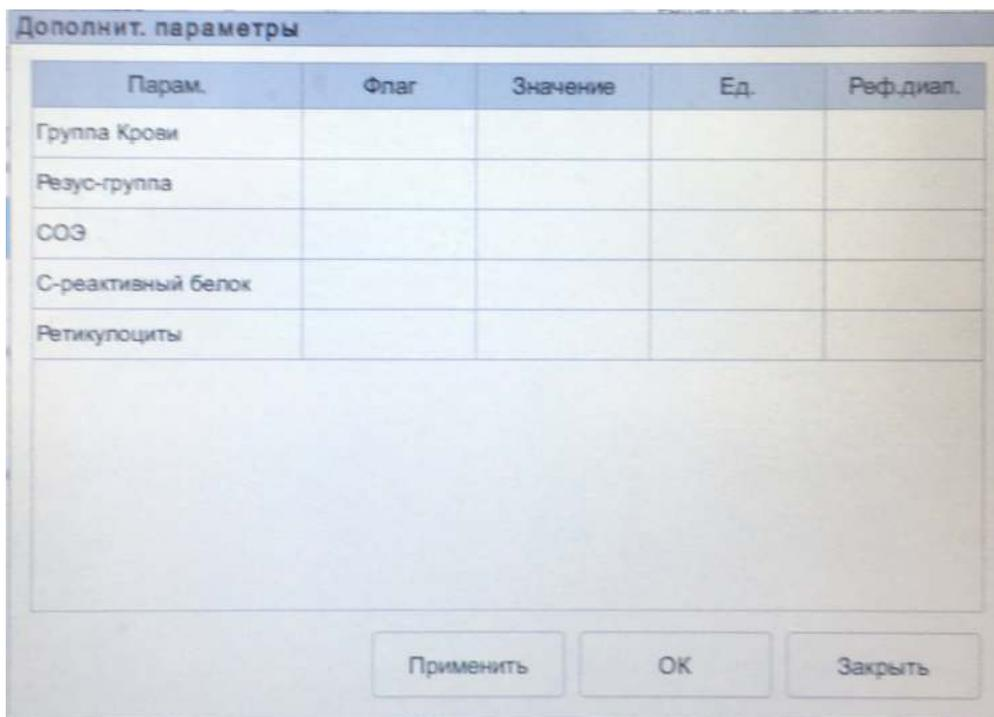

Рис. 6-19 Настройка дополнительных параметров
3. Нажмите **Дополнит. параметры** для входа в интерфейс настройки дополнительных параметров, как показано на Рис. 6-19: